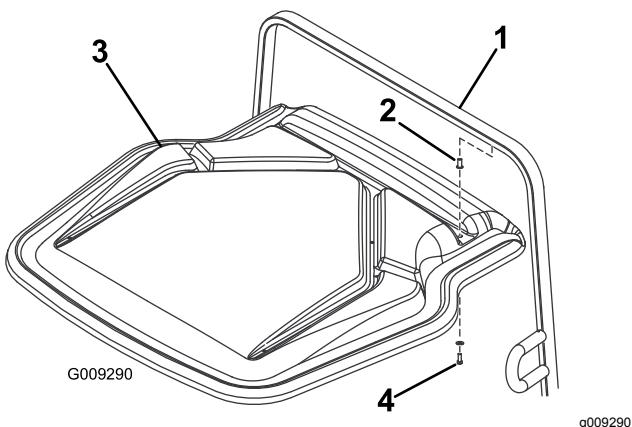

Figure 3
4. Insérez les écrous à sertir dans les trous du dessous de l'arceau ROPS (Figure 3).
6. Fixez l'abri au cadre du ROPS avec deux boulons (3/8 x 1 po) et deux rondelles plates (3/8 po) (Figure 3) dans les écrous à sertir installés précédemment.